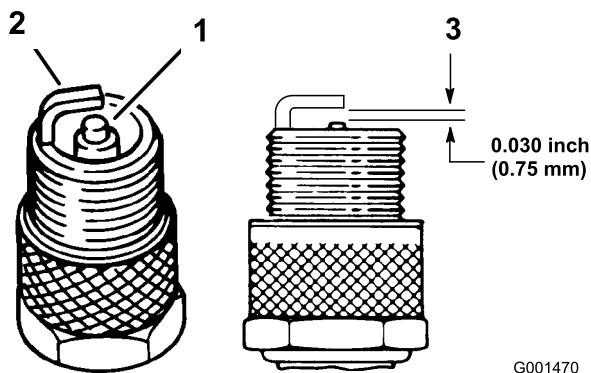

Figura 49
1. Controllate il centro delle candele (Figura 49). Il colore marrone chiaro o grigio indica che il motore funziona correttamente. Il colore nero sull'isolatore significa che il filtro dell'aria è sporco.
2. Controllate la distanza tra gli elettrodi centrale e laterale (Figura 49).
3. Se la distanza non è corretta, piegate l'elettrodo laterale (Figura 49).
3. Collegate i cappellotti alle candele (Figura 49).